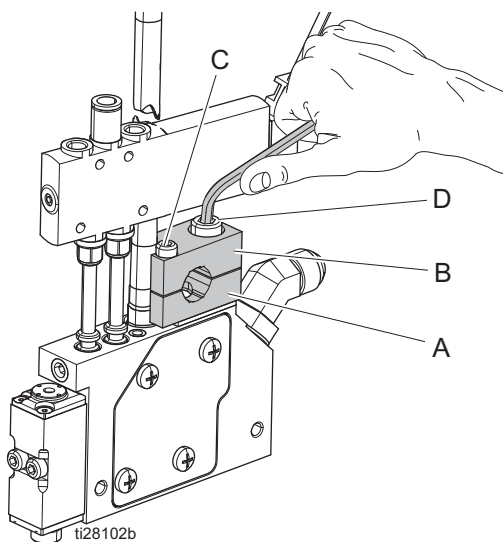

FIG. 3
**Tous les autres modèles :** se reporter à la **Figure 3** et aux instructions suivantes. Monter le collecteur sur une barre d'un diamètre de 1/2" en utilisant le collier de montage (H) pour maintenir l'applicateur en place et garantir l'application correcte de la colle. Pour un montage optimal du modèle Slim, utiliser une barre hexagonale de 7/16.